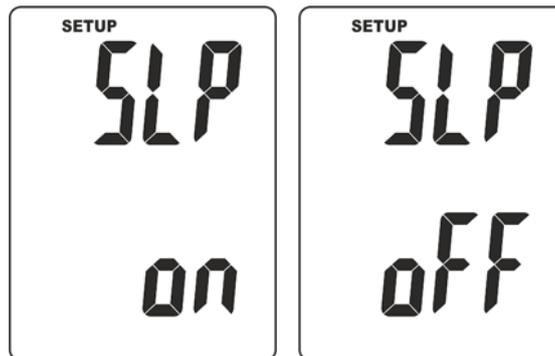

Fig. 5: Ativação/desativação do desligar automático
8. Premir o botão **ENT** no final para confirmar o valor da área do canal. É apresentado o seguinte ecrã (ver Fig. 5).